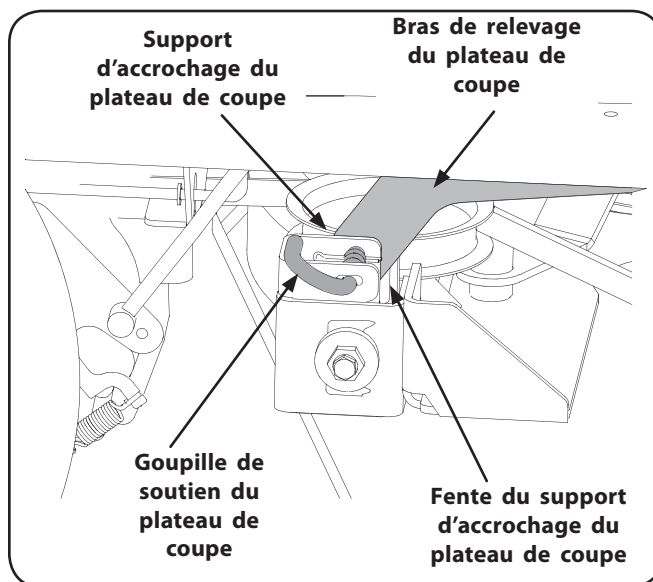

Figure 7-5
6. Localisez les goupilles de soutien de droite et de gauche du plateau de coupe de chaque côté du plateau de coupe. Sortez les goupilles et bloquez-les à la position non engagée pour dégager les bras de relevage droit et gauche du plateau de coupe. Voir la Figure 7-5.
7. Redressez les bras de relevage pour les dégager des fentes du support en relevant la manette de relevage à sa position la plus haute. Voir la Figure 7-5.
- Tenez la courroie et la poulie et faites tourner la poulie vers la gauche (Voir la Figure 7-5). Continuez à tenir et à faire tourner la poulie et la courroie jusqu'à ce que la courroie soit complètement installée sur la poulie de la prise de force.